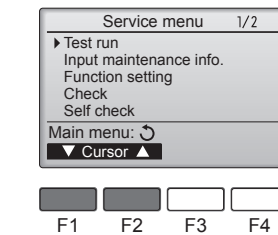

Fig. 8-1
- 1 У меню «Service menu» (Сервіс) виберіть пункт «Test run» (Тестовий прогін), а потім натисніть кнопку [ВИБРАТИ]. (Fig. 8-1)